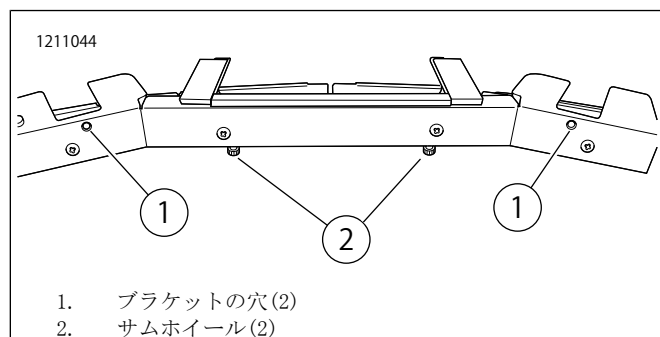

図4。ブラケット取り付け穴
3. 図4を参照してください。サムホイール(2)を下に向け、ブラケットホール(1)を上に向けて、ライトをワークエリアに置きます。
12. 図4を参照してください。マウントブラケットスクリュー(2)を締め付けて、ライトをウィンドシールドに固定します。